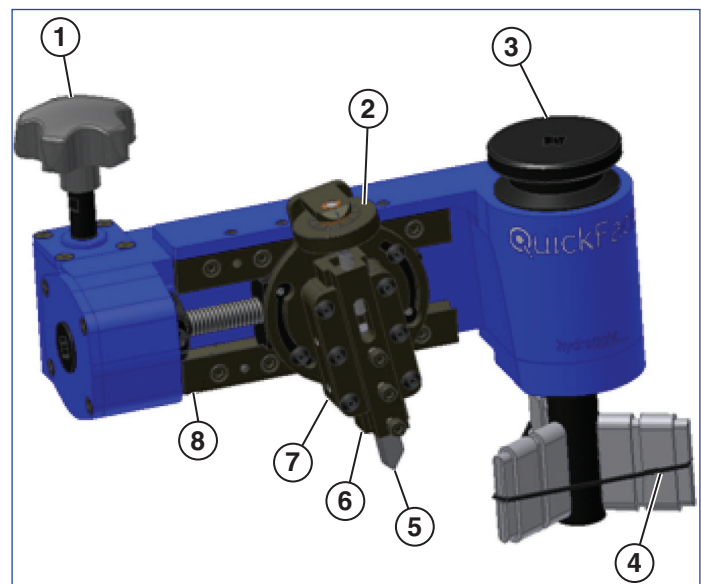

Figuur 2
De spilkop bestaat uit alle onderdelen benodigd voor de montage van de QuickFace in de inwendige pijp. De instelbare en stapelbare vulplaatjes zijn nodig om de QuickFace in de pijp te klemmen en in de juiste positie te houden. De O-ring dient om de vulplaatjes op hun plaats te houden op de spilkop (zie figuur 2).
2. Plaats de vulplaatjes en tussenplaatjes (indien nodig) in de sleuven op de spilkop-as (spantang). Zorg ervoor dat de schuine zijde van de spantang overeenkomt met de schuine zijde van de vulplaatjes (zie figuur 2 voor juiste vulplaatposities).